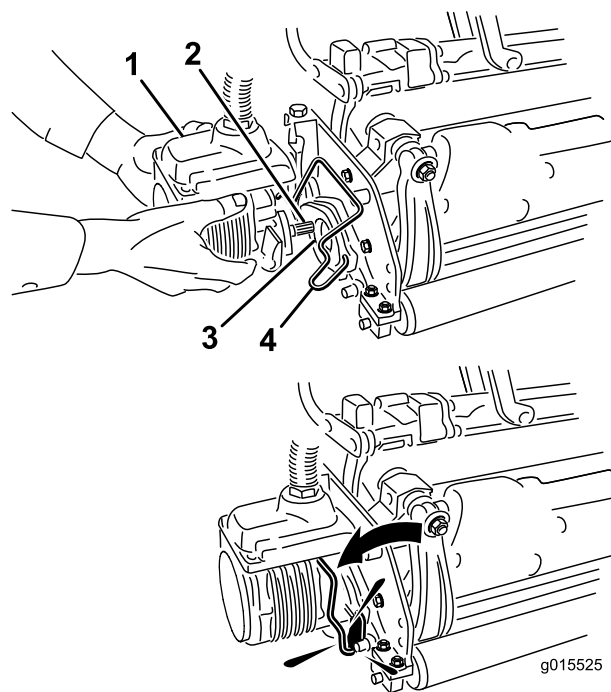

Рисунок 35
6. Нанесите на зубчатый вал электродвигателя режущего блока чистую консистентную смазку (Рисунок 35).
щелчок с обеих сторон электродвигателя. (Рисунок 35).